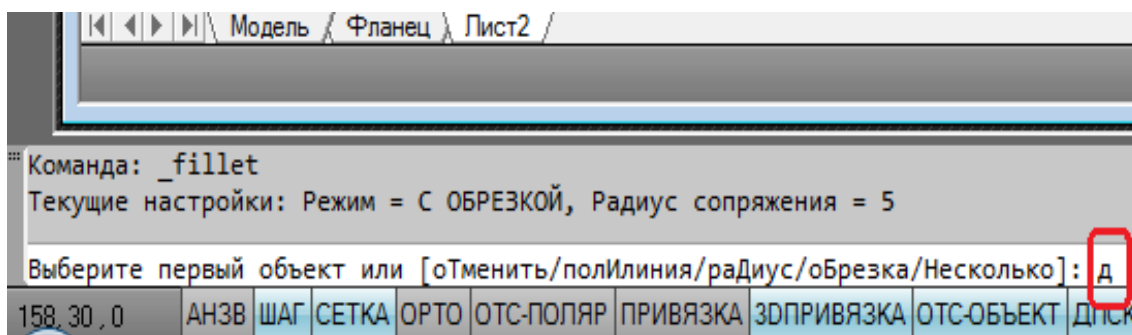

Рисунок 6.16
– выбрать ключ "Радиус" – ввести "д" (рис. 6.16).